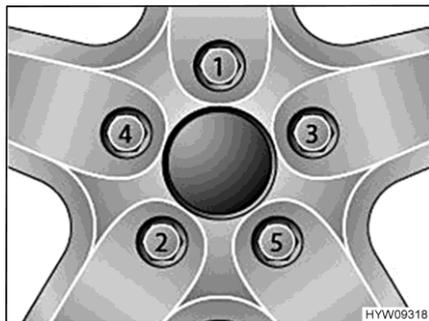

Bild 150 Radmuttern oder Radschrauben über Kreuz festziehen
- Radmuttern oder Radschrauben in der Reihenfolge, die in Bild 150 gezeigt ist, festziehen. Dazu einen Drehmomentschlüssel verwenden und das vorgeschriebene Anziehdrehmoment einhalten (siehe Abschnitt 13.7.2).
- Radmuttern oder Radschrauben regelmäßig auf festen Sitz prüfen. Radmuttern oder Radschrauben eines ausgewechselten Rades nach 50 km nachziehen. Dabei in der Reihenfolge vorgehen, die in Bild 150 gezeigt ist.
- Wenn neue oder neu lackierte Felgen verwendet werden, die Radmuttern oder Radschrauben zusätzlich nach ca. 1000 bis 5000 km nachziehen. Dabei in der Reihenfolge vorgehen, die in Bild 150 gezeigt ist.
- ▷ Radmuttern oder Radschrauben über Kreuz anziehen (Bild 150).